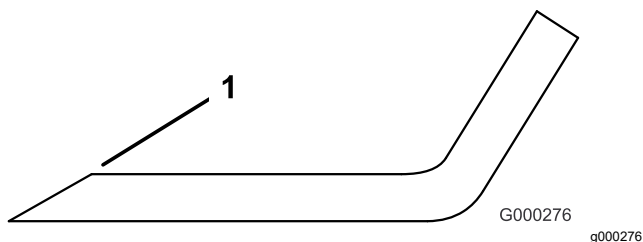

Рисунок 86
3. Проверьте режущие кромки всех ножей и заточите их, если они затупились или имеют зазубрины (Рисунок 86).
Примечание: Чтобы ножи всегда оставались острыми, затачивайте только верхнюю сторону режущей кромки и сохраняйте первоначальный угол заточки (Рисунок 86). Балансировка ножа не нарушается, если с обеих режущих кромок удаляется одинаковое количество материала.